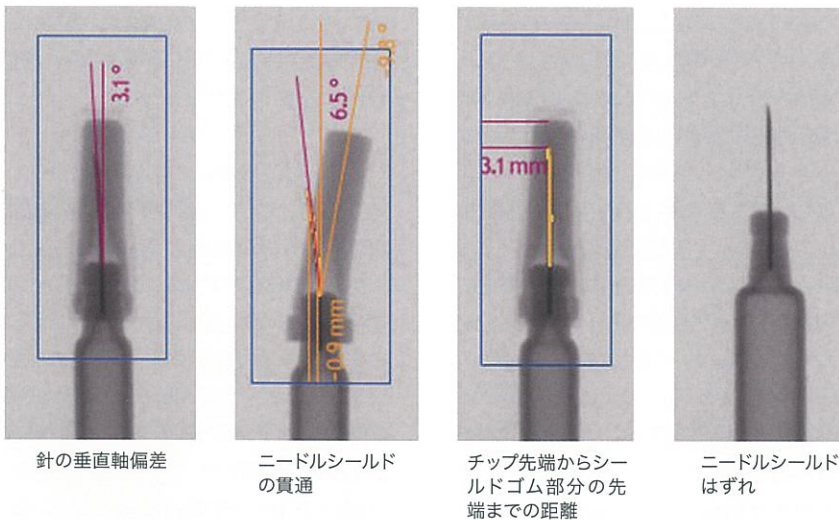

図 4：針 / ニードルシールド間の組付けにおける測定可能項目
0.1 mm の分解能にて測定することで、シリンジ先端とニードルシールドの先端の距離、針の垂直軸偏差の測定によりニードルシールド内部の組付け状況の確認が可能である。これにより、CCI 重要品質項目を包括的に管理することが可能である (図 4)。一般的に垂直軸偏差は RW 針 25G から TW 針 31G と針の肉厚が薄く、外径が小さくなるにつれて大きくなる傾向が見られる。無痛注射の実現が目標ではあるが、無痛